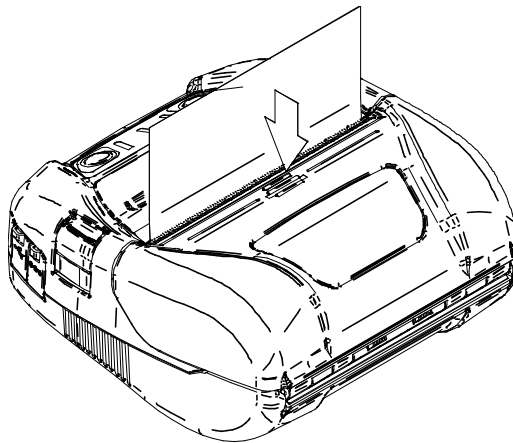

Abbildung 9-4 Papierabdeckung
- (4) Drücken Sie fest auf die Mitte der Papierabdeckung (der Pfeil in Abbildung 9-4), um die Papierabdeckung zu schließen.